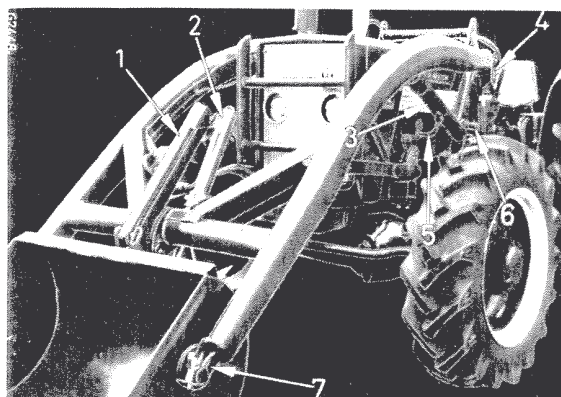

Fig. 32
Il existe deux versions : l'une à basculement mécanique du godet, l'autre à basculement par vérin hydraulique (1, Fig. 32).
Il existe deux jeux d'axes d'articulation de vérin. Les axes inférieurs permettent d'augmenter la charge à puissance maximum des vérins, les axes supérieurs (6, Fig. 32) permettent d'augmenter la hauteur de relevage.
Si vous n'utilisez pas le chargeur enlevez l'équipement et le bâti. Les vérins et les traverses restent sur le tracteur. Abaissez le bâti au sol et décrochez l'équipement; détachez les vérins des bras du bâti; enlevez les broches (4, Fig. 32) et dégagez le bâti par l'avant du tracteur. Disposez les vérins (3, Fig. 32) dans leurs supports (5) et fixez les au moyen d'attaches-rapides.